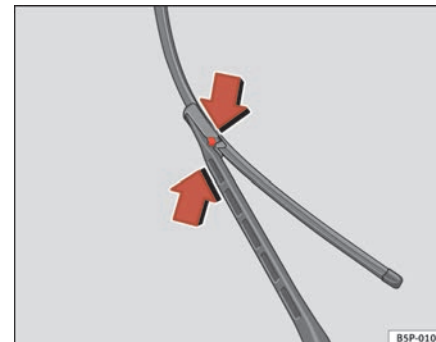

Abb. 161 Scheibenwischerblätter vorne austauschen
- Drücken Sie auf die seitlichen Sperren, und ziehen Sie das Wischerblatt in Pfeilrichtung heraus ⇒ Seite 233, Abb. 161